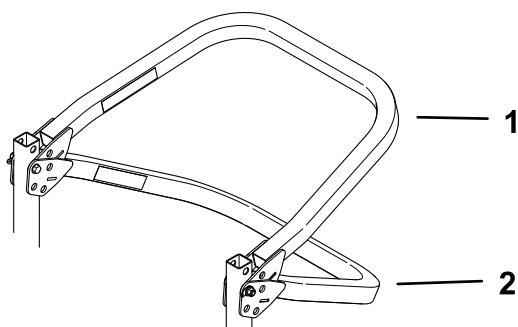

Figura 9
**Nota:** Hay 2 posiciones de bajada, como se muestra en la Figura 9.